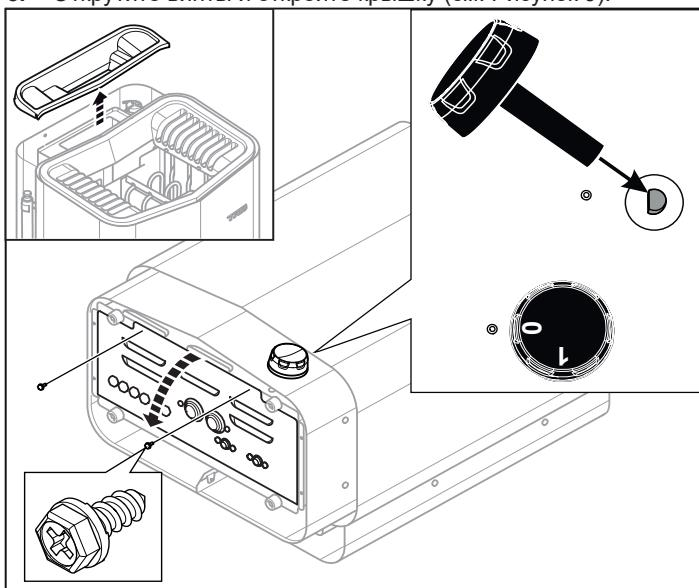

Рисунок 9: Открытие/закрытие крышки
2. Снимите крышку резервуара для воды и положите нагреватель лицевой стороной вверх. Установите ручку (см. Рисунок 9).
3. Открутите винты и откройте крышку (см. Рисунок 9).
8. Закройте крышку и затяните винты (см. Рисунок 9).